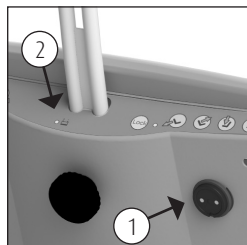

Abbildung 26. Aufladestation.
(Siehe Abbildung 26).
- Wenn die Akku größtenteils entladen ist, leuchtet die LED-Anzeige (2) an der Bedienung rot auf, was bedeutet, dass die Akku aufgeladen werden muss (Siehe Abbildung 26).
- Schließen Sie den Lader am Reflex-Stuhl an (Siehe Abbildung 26).